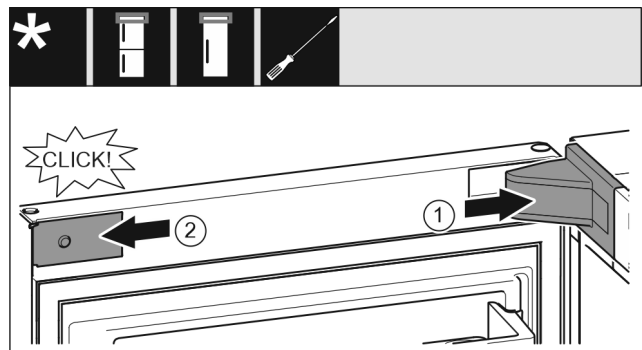

Fig. 20
- Coloque y encaje la cubierta del soporte de cojinete; dado el caso, separe con cuidado. Fig. 20 (1)
- Coloque y encaje lateralmente el panel. Fig. 20 (2)